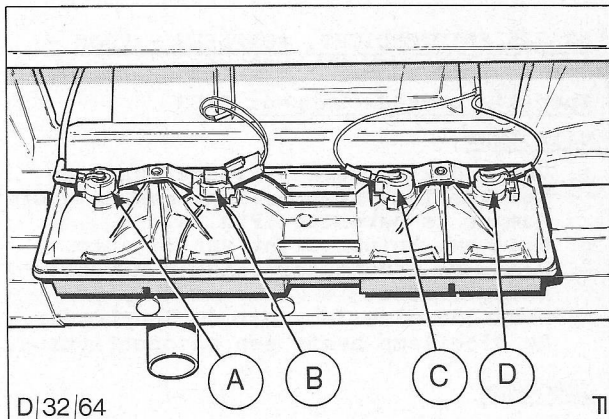

Fig. 18. Bedrading van achterlamp
3. Verwijder de bedrading van de achterzijde van het lamphuis. Fig. 18.